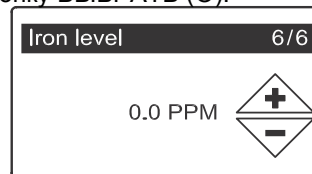

РИС. 13
11. **УРОВЕНЬ ЖЕЛЕЗА.** Нажать кнопки ВВЕРХ (▲) или ВНИЗ (▼) для установки содержания железа в вашей воде (См. Рисунок 13). Коэффициент преобразования составляет 3 гранулы на 1 промилле железа в чистой воде.